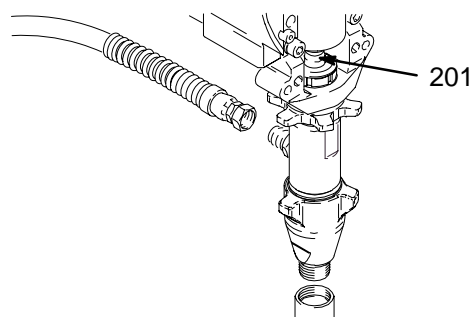

Рис. 17
1. Промойте насос. Сбросьте давление. См. Рис. 17. Проверните насос, чтобы шток поршня (201) занял самое нижнее положение.
2. См. Рис. 17. Снимите трубу всасывания и шланг.